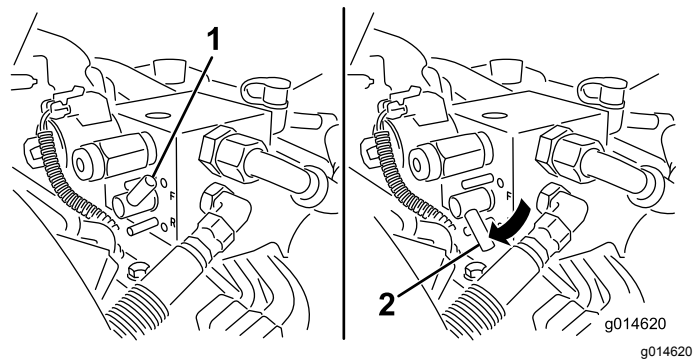

Figura 53
5. Gire la palanca de autoafilado a la posición de Marcha atrás (R) (Figura 53).